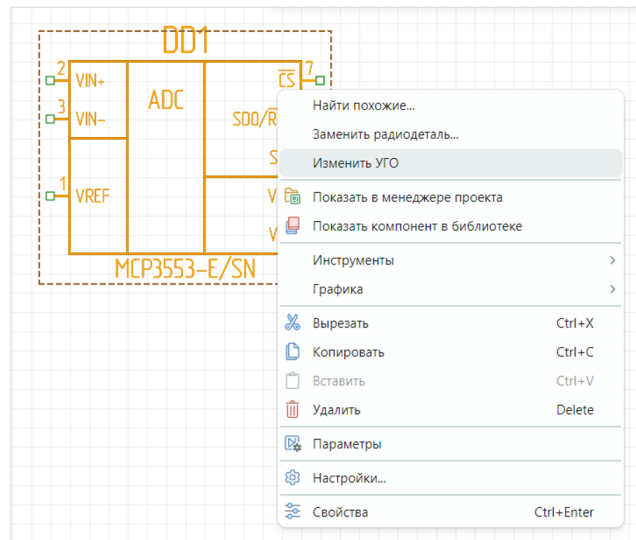

Рис. 36 Вызов функции редактирования УГО на схеме
1. Выберите на схеме УГО компонента, вызовите контекстное меню и выберите пункт «Изменить УГО», см. Рис. 36.